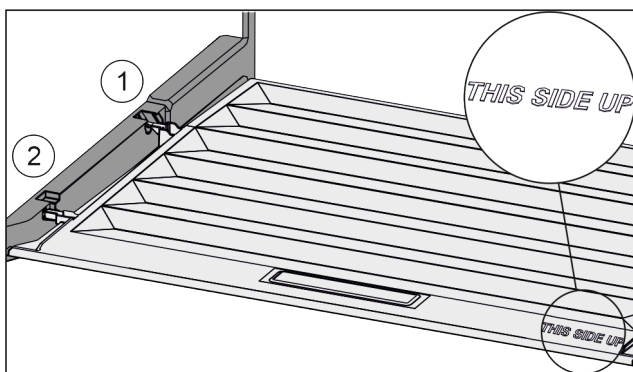

Fig. 132
- Dekselranden via de opening van de achterste houder Fig. 132 (1) aanbrengen en van voren in de houder Fig. 132 (2) klikken.